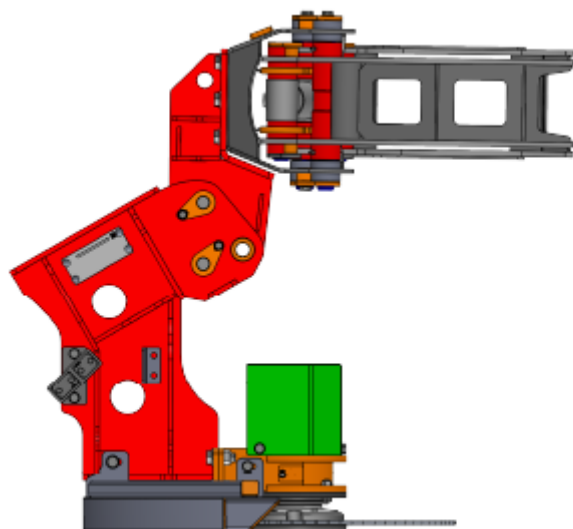

Fig.1
- soit avec la pince droite (**fig.1**) lorsque la canne est droite